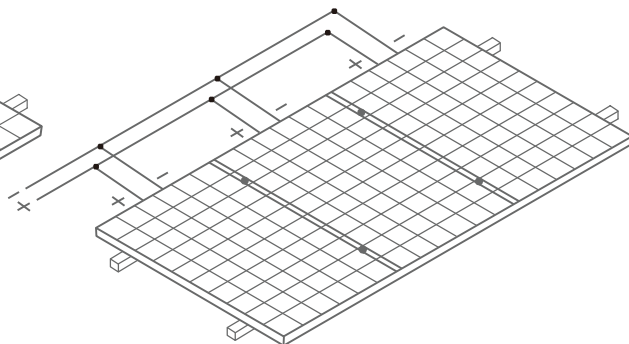

图 6 并联方式
- 并联时，整串组件的输出电流等于每个支路组件或组件串的电量和（并联方式如图 6 所示），每串组件都要安装保险丝，请参考该国家或地区的或当地的规范，组件最大并联数参考公式： $\text{最大保护电流} / (1.25 * \text{短路电流})$ 。